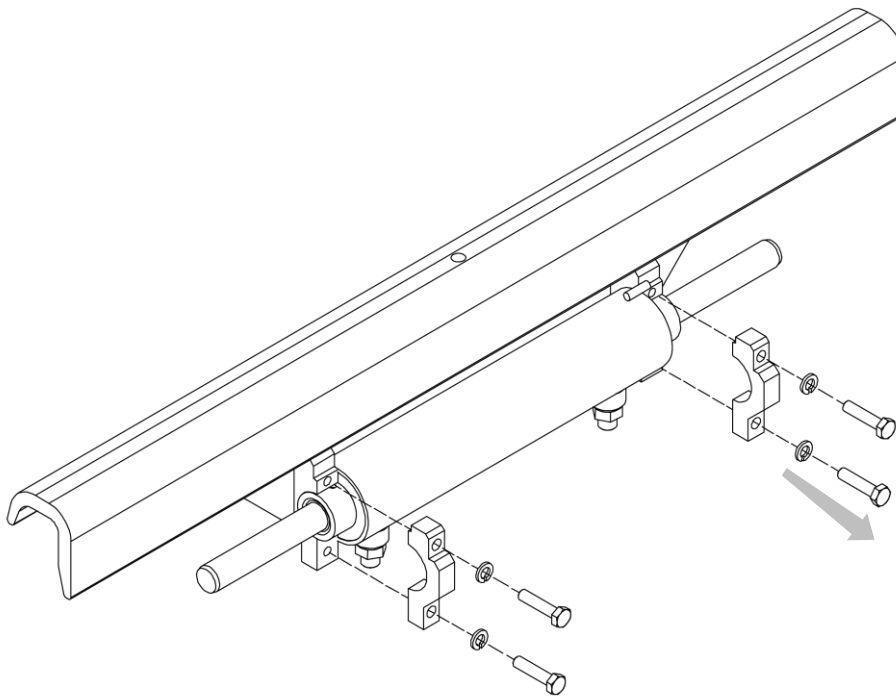

Figura 37
4. Prendere come riferimento la *Figura 37*.